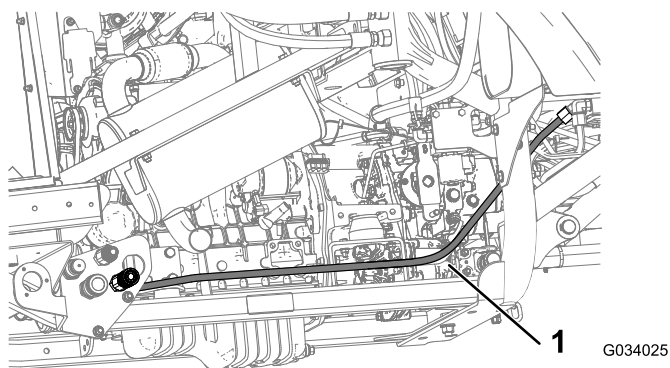

Figure 24
- Reliez le flexible hydraulique F du raccord à 45° au raccord union de traversée (2,57") sur le raccord rapide (1/2 x 1/2" femelle) sur la traversée, comme montré à la Figure 24.